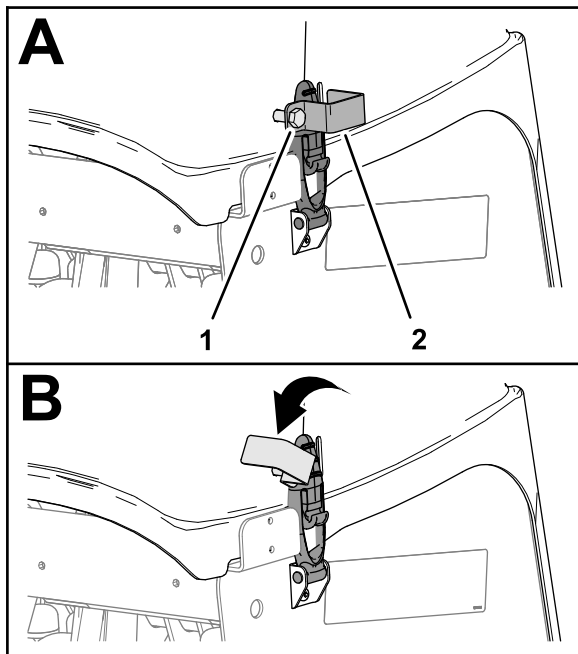

Bild 149
1. Wenn Ihre Maschine mit CE-Riegelhaken ausgestattet ist, lösen Sie die Schraube der Sicherungsplatte, bis die Sicherungsplatte den Schlitz an der Seite der Abdeckung des Aerifizierkopfs freigibt (Bild 149).
2. Drehen Sie die Sicherungsplatte, um den Riegel freizugeben (Bild 149).